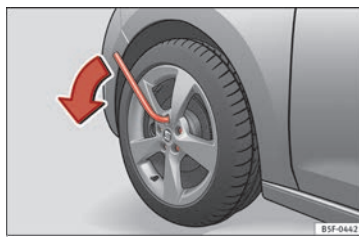

Fig. 65 Roue : desserrer les vis de roue.
- Tournez le boulon de roue d'environ un tour vers la gauche » fig. 65 (flèche). Pour pouvoir appliquer le couple nécessaire, saisir la clé démonte-roue par son extrémité. Si le boulon ne se desserre pas, appuyer soigneusement avec le pied sur l'extrémité de la clé démonte-roue. Pendant cette opération, s'appuyer sur le véhicule et veiller à être bien d'aplomb.